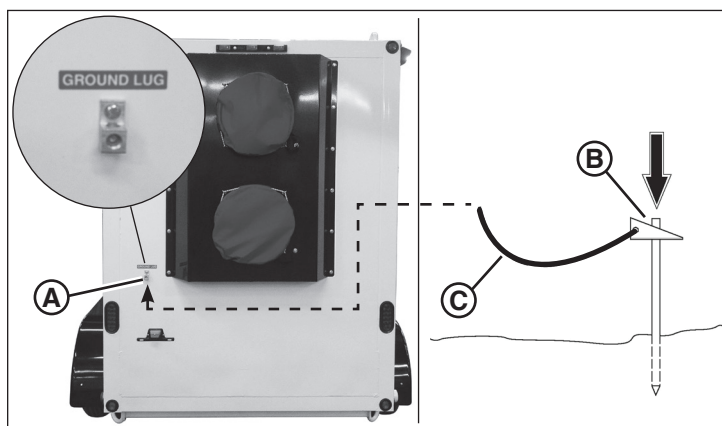

Figure 12
La remorque de l'appareil de chauffage est équipée d'une cosse de terre, située à l'arrière gauche de la remorque. Voir Figure 12. Un piquet de terre et un câble de mise à la terre sont aussi requis, et peuvent être obtenus chez votre concessionnaire agréé.
1. Repérer un point sur le sol pas plus que 1,5 m (5 pieds) de la cosse de terre (**A**, Figure 12). Enfoncer le piquet de terre (**B**) dans la terre à ce point.
2. Attacher une extrémité du câble de mise à la terre (**C**, Figure 12) au piquet de terre.